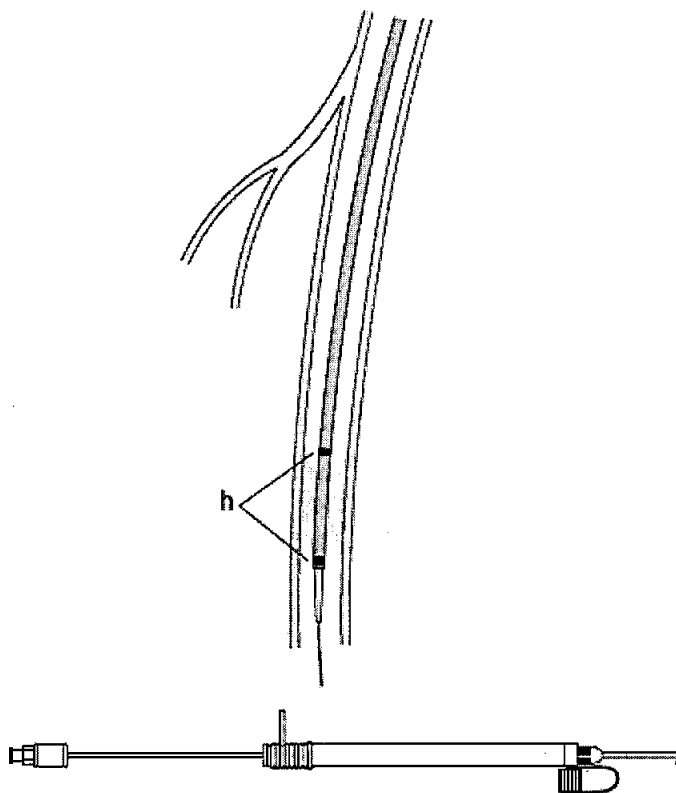

Fig. 2
7. Al colocar el catéter introductor en el interior del cuerpo del paciente, utilice fluoroscopia para determinar que las dos marcas radiopacas del sistema de implantación (**h**) están en la posición deseada. Ahora, el stent está preparado para el despliegue. (**Fig. 2**)